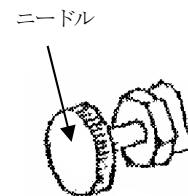
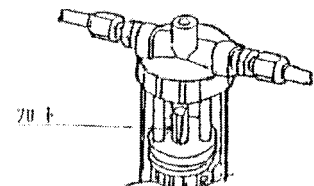

図2
図3
- (3) ニードルバルブを時計方向に停止するまで回した後、反時計方向に2回転戻して下さい。（図2）
- (4) 圧縮空気の供給側を開いて下さい。
- (5) フローモニター付 MC フィルタのフロートが上部ストッパーに当たり静止するまでコンパクトレギュレーターの調整ノブをゆっくり HIGH 側（時計方向）に回し、ロックリングを奥側に移動させ調整ノブを固定して下さい。
- (6) フローモニター付 MC フィルタのフロートが上部ストッパーに当たり1~2mm 上下運動するまで、ニードルバルブを時計方向にゆっくり回して下さい。（図3）